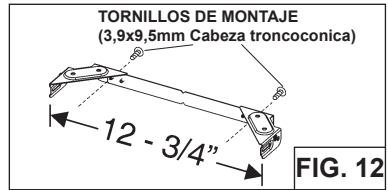

FIG. 12
1. Ensamble el soporte de chimenea decorativa, ajustando el ancho exterior como se muestra (Fig.12)